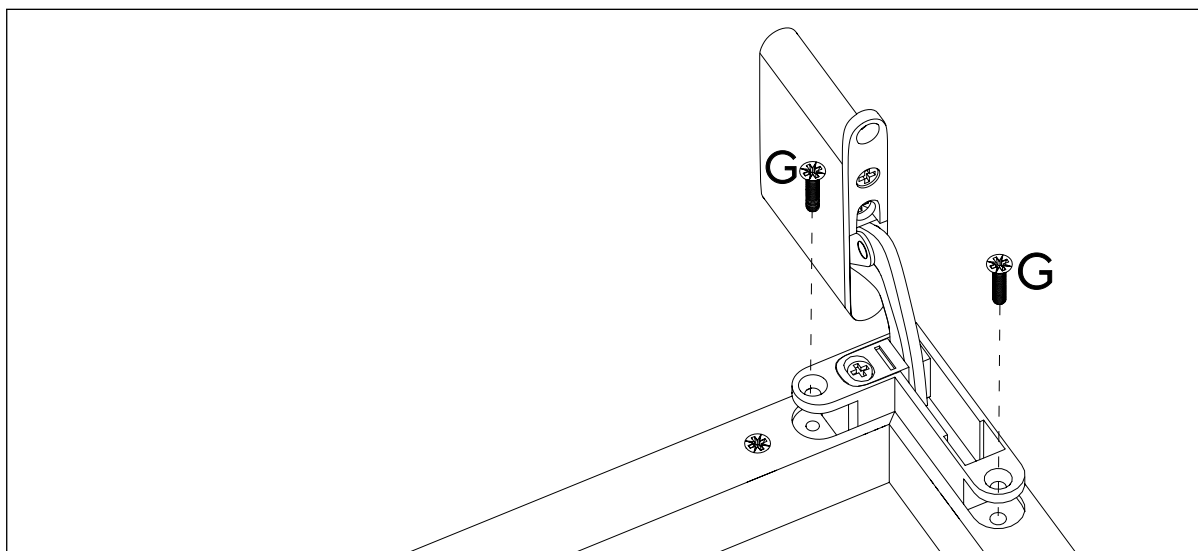

РИС. 26
Установите петли MYSTERY в рамочный фасад Рис. 26 и закрепите их при помощи винтов (G) 4x10. Произведите монтаж фасада в посадочное место в корпусе изделия, зафиксируйте его саморезом (F) 3x60 Рис. 27